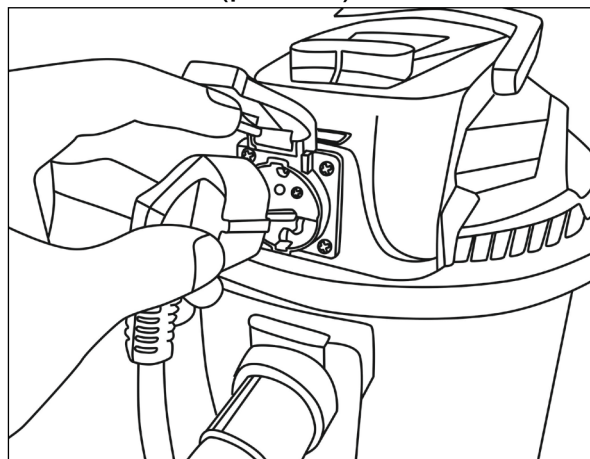

Рис.12 Розетка для подключения электроинструмента
- Положение «II» (кроме СП-1500/20А) – выключатель нажат вправо, пылесос включен двигатель не работает. Начиная работу сразу при пуске электроинструмента, который подключен к розетке на крышке пылесоса (рис.12), и отключается через несколько секунд после остановки электроинструмента.